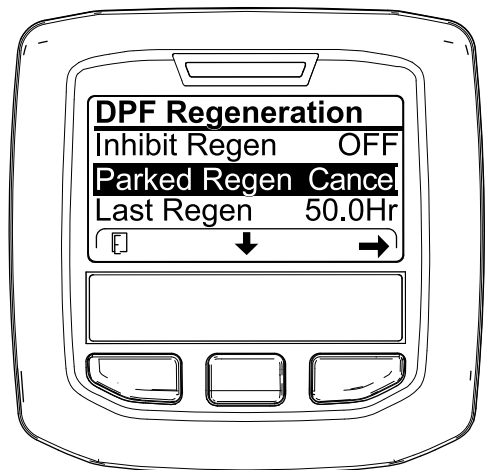
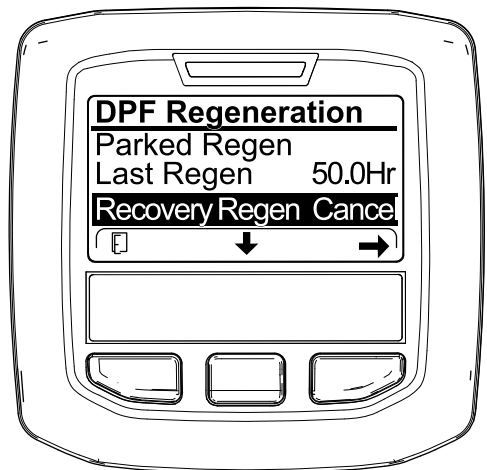

図 67
図 68
1. DPF 再生メニューにアクセスする 図 67。
キャンセル PARKED REGEN CANCEL (図 67) ま
CANCEL を選ぶ 図 68。
Cancelに入る 図 67または図 68。